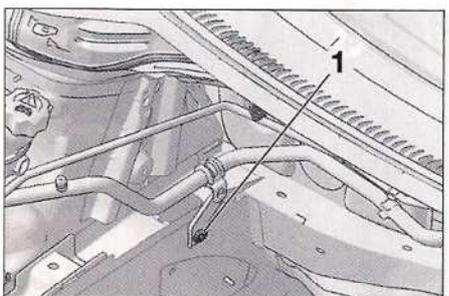

FIG. 33
- Desmontar el tornillo de sujeción (1) (Fig.33).